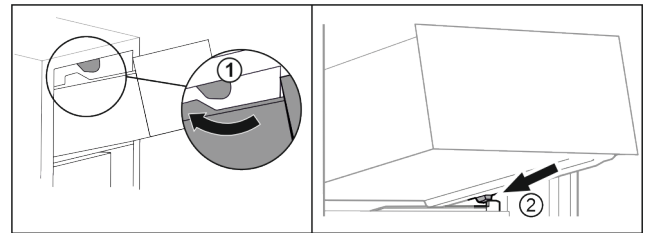

Fig. 98
- ▶ Introduzca el cajón rodeando los toques superiores. Fig. 98 (1)
- ▶ Coloque el cajón inclinado detrás de los toques inferiores sobre la nervadura para recipientes. Fig. 98 (2)